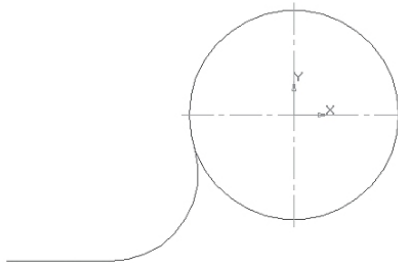

Рис. 3.5.
- вкажіть два об'єкти, між якими потрібно побудувати округлення (відрізок і частина кола з лівої сторони від вертикальної осі симетрії) – рис. 3.5;